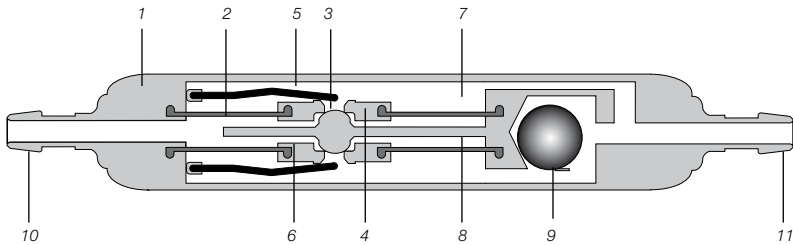

Fig. 1 : La *DUALSWITCH-VENTIL* en coupe
La Fig. 1 montre une coupe schématisée de la *DUALSWITCH VALVE*. Elle est composée d'un boîtier robuste en titane (1), dans lequel sont intégrées deux plaquettes en titane (3) à travers deux membranes en silicone (2). Deux ressorts en étrier (5), (6) de puissance différente agissent sur ces plaquettes, et déterminent la pression d'ouverture par leur force de précontrainte. Par ces ressorts, les plaquettes de pression sont pressées contre une bille (4) intégrée dans le boîtier, ce qui entraîne l'obturation de la perforation dans les plaquettes et donc de la valve.